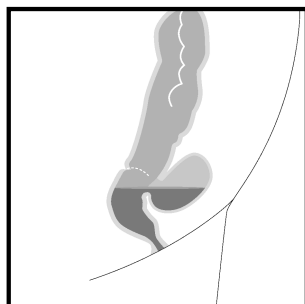

Fig. 1
3. Mål lækagekaviteten (længde og diameter) visuelt ved hjælp af endoskopet for at bestemme svampens længde og diameter. Svampens størrelse skal vælges således, at svampen kan ligge inde i lækagekaviteten, men uden at berøre intakte slimhinder. Når målingen er foretaget, fjernes endoskopet (Fig. 1).